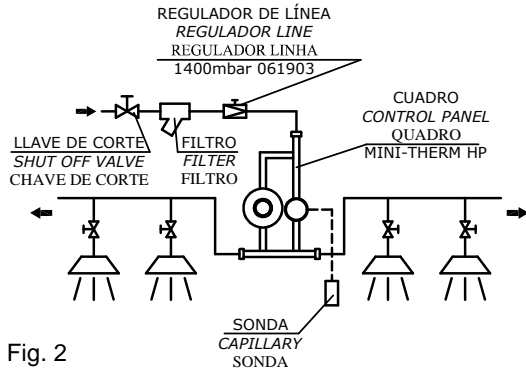

Fig. 2
2.- INSTALACION (Fig.2)
2.- INSTALLATION (Fig.2)
2.- INSTALAÇÃO (Fig. 2)